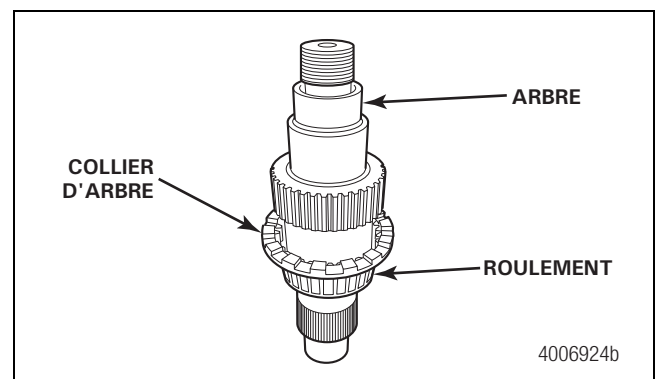

Figure 6.2
4. Poser le collier d'arbre. Figure 6.2.